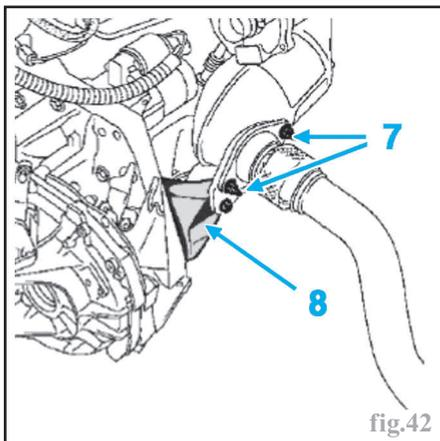

fig.42
- le tuyau à dépression sur la capsule de régulation (4),
- le capteur pression de suralimentation sur le conduit d'air (5),
- l'électrovanne EGR (6).
- les fixations de la bride du tuyau d'échappement sur le catalyseur (7) (fig.42),
- la béquille gauche du catalyseur (8),
- les fixations de la bride du tuyau d'échappement sur le catalyseur (7) (fig.42).
- les deux béquilles du catalyseur (8) et (9) (fig.42 et 43).